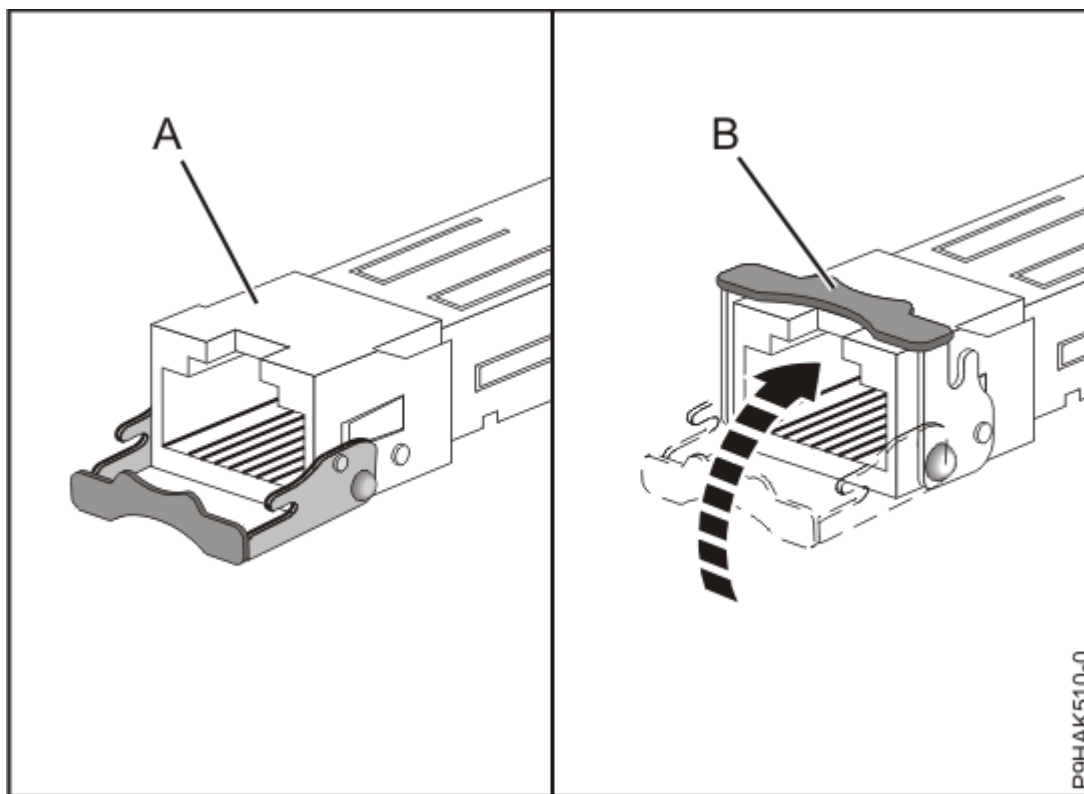

Figura 69. Sustitución de los transceptores SFP en el adaptador
- c) Con el pestillo **(B)** en la posición de abierto, empuje el pestillo girándolo hacia arriba y hacia la tarjeta, tal como se muestra en la Figura 69 en la página 93.